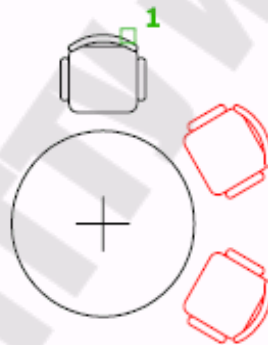

Рис. 2.104. Создание кругового массива
- **Круговой** – создание полярного массива путем указания центральной точки, вокруг которой строятся копии выбранных объектов (рис. 2.104).